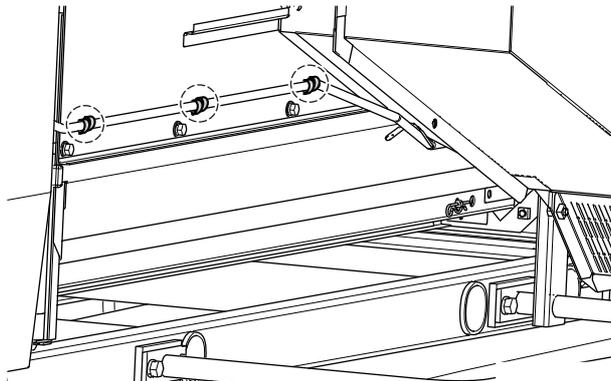

図 2-34
24. MCH1150 (A) の場合、昇降機ハーネスを図 2-34のようにハーネスクランプで固定します。